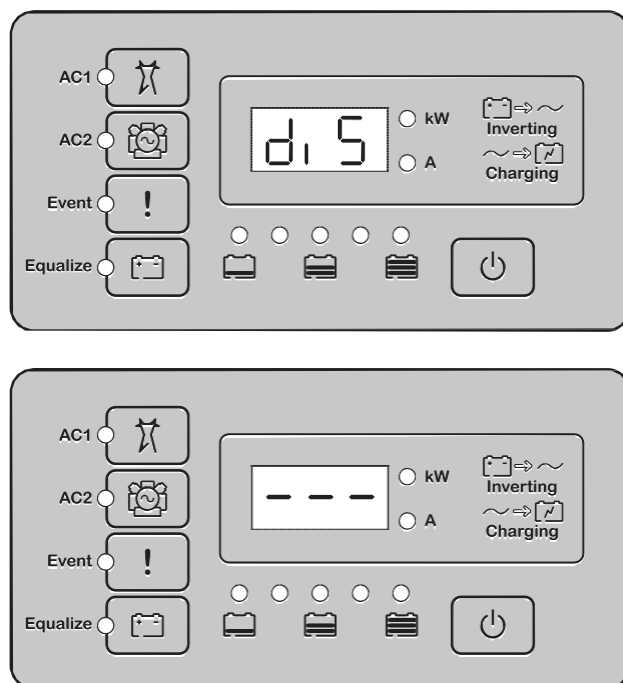

Рис. 3-18. Переход в режим отключения
- ◆ на информационной панели инвертора нажмите одновременно кнопки STARTUP/SHUTDOWN и Equalize. Устройство Conext XW+ выключится, на информационной панели инвертора кратковременно отобразится надпись *dis* (disabled; выключено), затем – надпись «---», как показано на рис. 3-18.